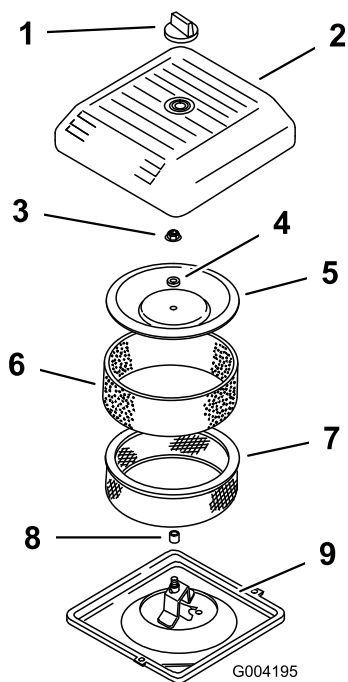

Рисунок 43
3. Отверните ручку и снимите крышку воздухоочистителя (Рисунок 43).
4. Осторожно снимите фильтр предварительной очистки из вспененного материала с бумажного элемента (Рисунок 43).
5. Отверните гайку крышки и снимите крышку, проставку и бумажный элемент (Рисунок 43).
2. Установите узел воздухоочистителя на его основание (Рисунок 43).
3. Установите крышку, проставку и закрепите их гайкой крышки (Рисунок 43). Затяните гайку с моментом до 11 Н·м.
4. Установите крышку воздухоочистителя и закрепите ручкой (Рисунок 43).